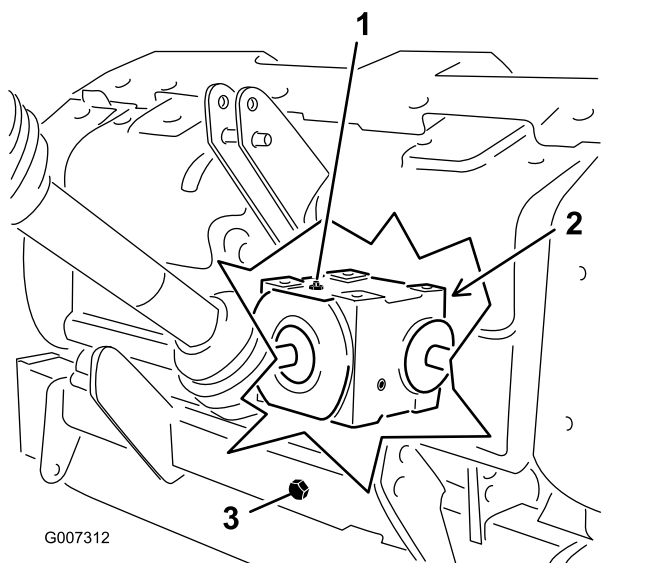

Figura 31
2. Rimuovete il tappo di controllo dalla trasmissione (Figura 31).
3. Verificate che il livello dell'olio nella trasmissione arrivi al bordo inferiore del foro del tappo di controllo (Figura 31).
1. Eliminate eventuali detriti dal tappo di riempimento e dal tappo di spurgo per evitare la contaminazione (Figura 31).